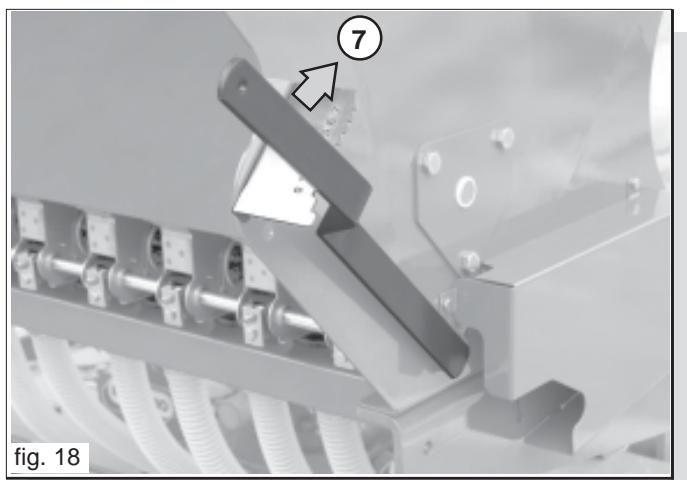

fig. 18
- pour de grandes quantités, il est conseillé d'employer la manivelle sur la boîte à vitesses afin de faire tourner l'axe agitateur et de contrôler ainsi la quantité en décharge; pour le déchargement de petites quantités, déplacer le levier du doseur au-delà de la position 7 (Fig. 18).